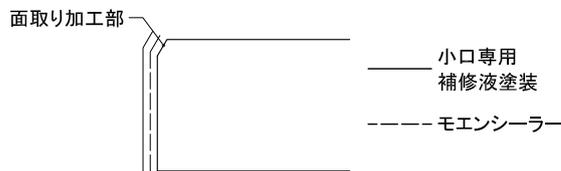

図2 同質出隅小口部の補修塗装
- 面取り加工面・小口にモエンシーラーを塗布し、乾燥後に小口専用補修液を塗布する。(図2参照)